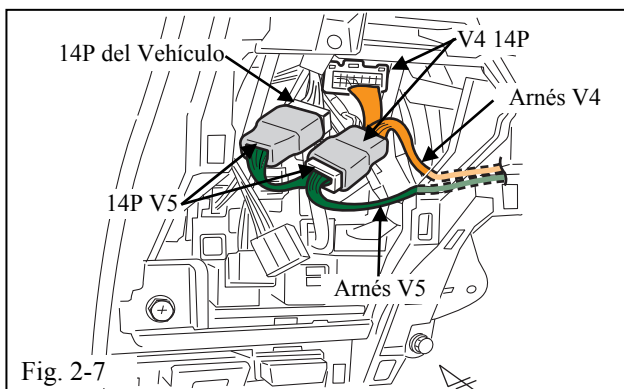

Fig. 2-7
- (j) Enchufe el Conector 14P del V5 al Conector 14P del V4. (Fig. 2-7)
- (k) Enchufe el Conector del Vehículo 14P al Conector 14P del V5. (Fig. 2-7)